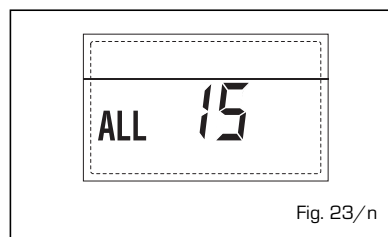

Fig. 23/n
- **INTERVENTO TERMOSTATO SICUREZZA PRIMA ZONA MISCELATA "ALL 20"** (fig. 23/p)